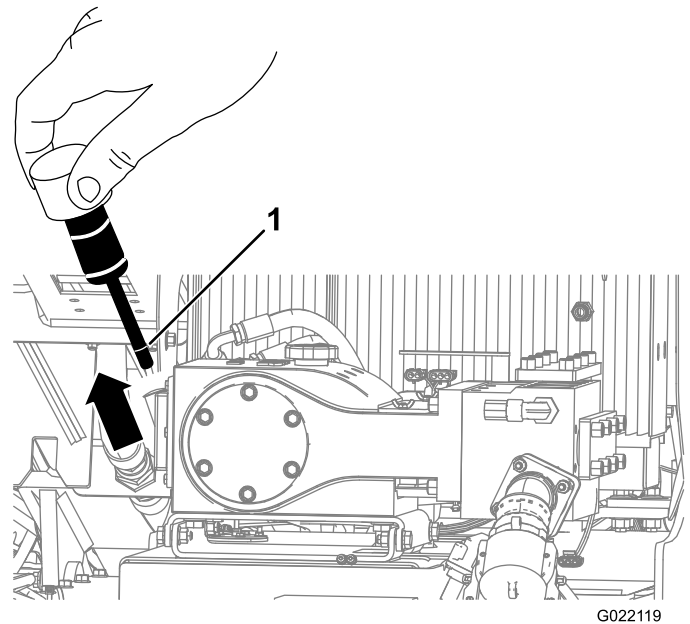
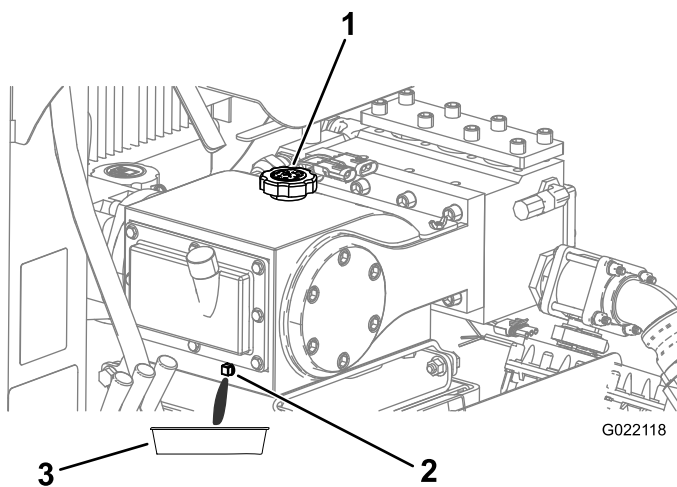

Figure 149
Figure 150
3. Retirez la jauge (Figure 149).
4. Vérifiez que le niveau d'huile atteint le trait de remplissage, comme montré à Figure 149.
4. Enlevez le bouchon de vidange et placez un bac de vidange sous le trou du bouchon de vidange (Figure 150).
6. Attendez que toute l'huile s'écoule dans le bac de vidange (Figure 150).
8. Enlevez le bouchon de remplissage (Figure 150) et ajoutez environ 1,9 L (2 ptes) d'huile, ou suffisamment d'huile pour que le niveau atteigne le trait de remplissage sur la jauge, comme montré à la Figure 149.